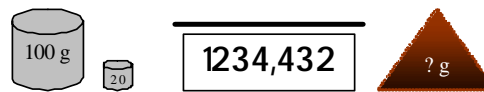

Fig. 3. Medición de masa por sustitución.
- a) Medición de la masa de una muestra o producto con pesas a través de una balanza analítica (Fig. 3).